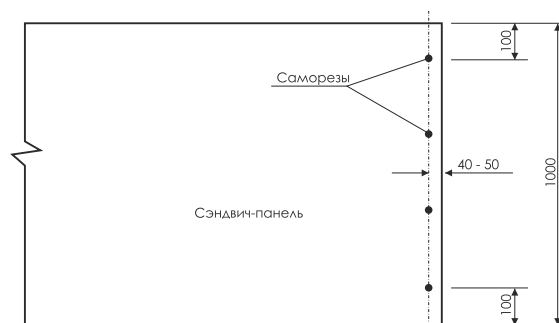

Рис. 9
5.10. Закрепите панель саморезами к несущим конструкциям выдерживая расстояние согласно проекту, Рекомендуемое положение показано на (рис. 9). Увеличение расстояний в стыке панелей и расстояний между саморезами и стыком недопустимо, т.к. фасонные элементы, закрывающие этот стык, рассчитаны именно на эти размеры, и в случае увеличения расстояния, головка самореза будет мешать нормальной установке фасонных элементов.
5.13. Затяжку саморезов производите до устранения выгиба металлической шайбы. Выгиб внутрь шайбы означает чрезмерную затяжку – что недопустимо (рис. 9).